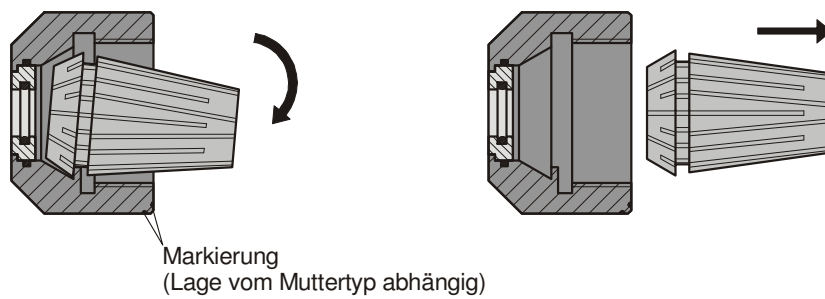

Abbildung 4: Lösen der Spannzange aus der Spannmutter
4. Spannzange zur Markierung hin kippen, bis Spannzange aus dem Exzenterring gelöst ist, siehe Abbildung 4. Spannzange herausnehmen.